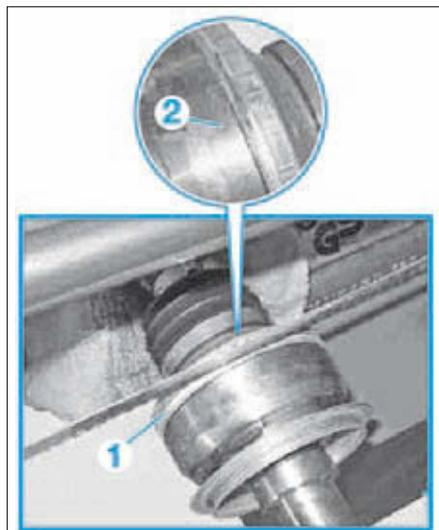

FIG. 11
- Scier le capuchon du soufflet (1) radialement dans la rainure sur le bord d'emmanchement avec une scie manuelle à archet, de manière à former une encoche (Fig.11).
*Scier avec précaution. Dans le cas contraire, le joint homocinétique (2) sera endommagé.*